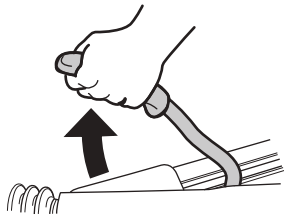

Fig. 9
- ▶ Azionare il freno di stazionamento (Fig. 9) e/o fissare gli pneumatici con cunei.